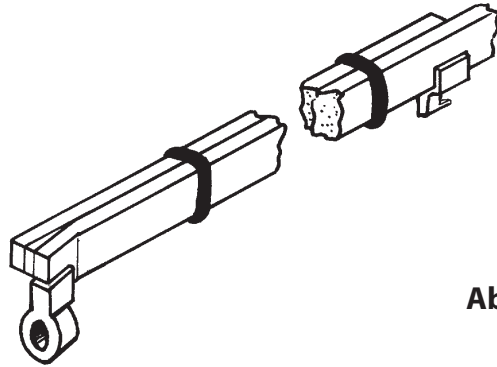

Abb. 31
7.9.2 Der Rumpfkopf (15) und der Endhaken (16) werden an der im Bauplan eingezeichneten Stelle am Rumpf mit UHU-hart angeklebt. (Abb. 31)